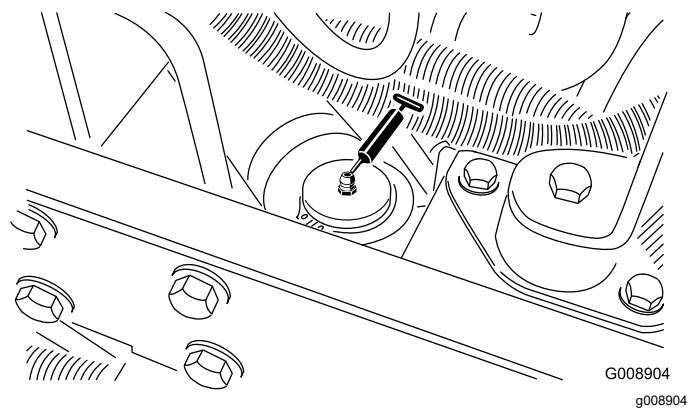

Figura 55
- Cilindro de dirección (Figura 55).